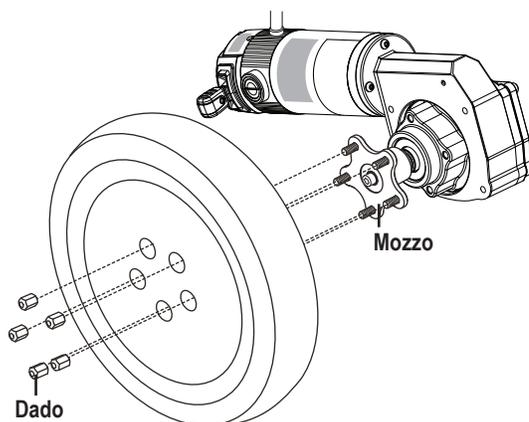

Figura 9. Ruota motrice della Quantum 4Front Serie
4. Rimuovere i cinque (5) dadi dall'interno del mozzo. **Vedere figura 9.**